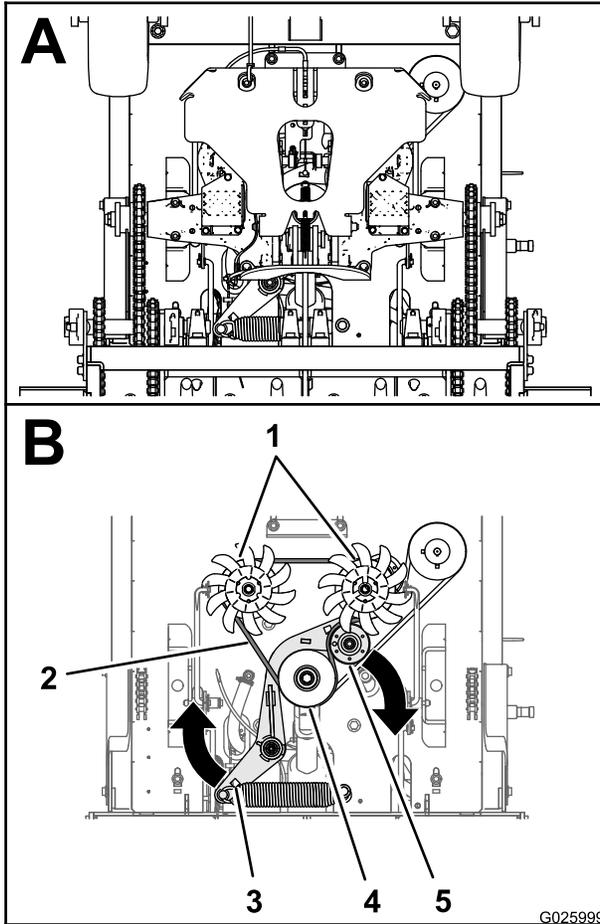

Figura 50
2. Introduzca una barra de expansión en el zócalo del soporte de tensión de la correa y mueva el soporte hacia afuera y hacia adelante (Figura 50).
3. Saque la correa de la transmisión nueva alrededor de las poleas del motor, tensor y de la transmisión (Figura 50).
4. Pase la correa nueva alrededor de las poleas del motor, tensor y de la transmisión, según se muestra en Figura 50.
5. Libere el soporte de tensión de la correa y deje que el muelle tense la correa (Figura 50).